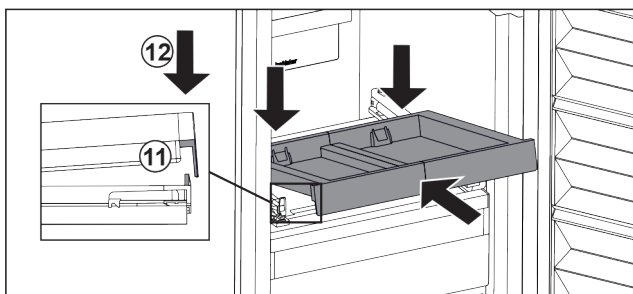

Fig. 88
- ▶ L'insérer en l'inclinant. Veiller à ce que, des deux côtés, la butée soit derrière la languette. Fig. 88 (11)
- ▶ Déposer le compartiment coulissant par l'avant. Fig. 88 (12)